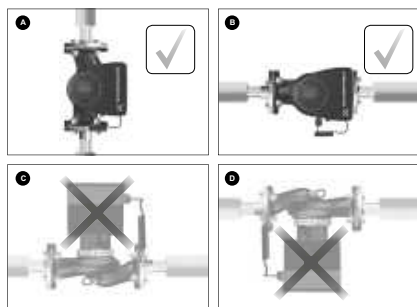

Рис. 12 Насос, установленный с валом электродвигателя в горизонтальном положении
- Правильный монтаж насоса на вертикальном трубопроводе. См. рис. 12, поз. А.
- Правильный монтаж насоса на горизонтальном трубопроводе. См. рис. 12, поз. В.
- Не допускается установка насоса в положении, при котором вал электродвигателя располагается вертикально. См. рис. 12, поз. С и D.